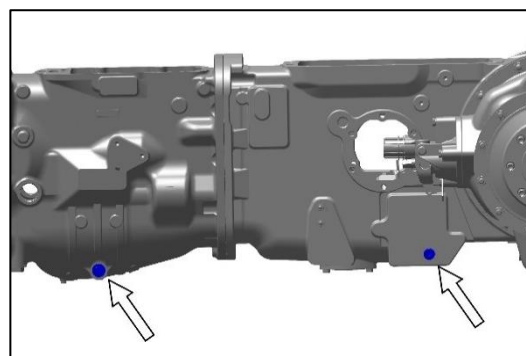

Fig. 281 – OLIE AFTAPPLUGGEN
4. Verwijder de aftappluggen (zie Fig. 281) van het transmissiehuis en het centrale huis.
Tap de transmissie- en hydraulische olie af. Plaats een geschikte opvangbak en verwijder de aftapplug (zie Fig. 281).